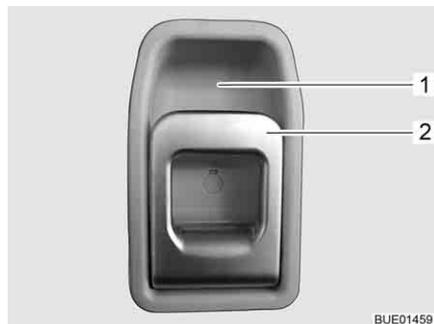

Fig. 60 Cerradura de la puerta de entrada, en el interior
- Tirar del tirador (Fig. 60,2). Se desbloqueó la cerradura de la puerta.
- Presionar la parte superior del tirador (Fig. 60,2) hacia el alojamiento del tirador (Fig. 60,1).